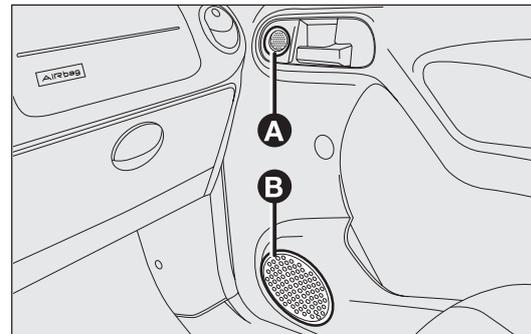

fig. 95
- dos altavoces tweeter A-fig. 95 y dos woofer B de 40 W máx. cada uno en las puertas delanteras;